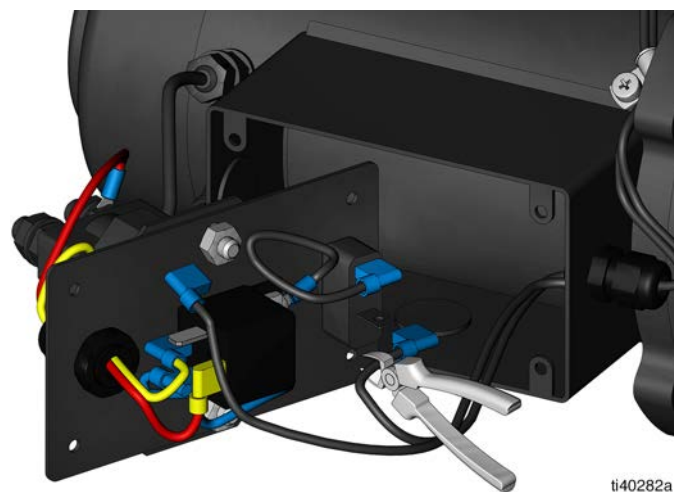

FIG. 30
9. Corte los conectores de los cables del interruptor de presión (FIG. 30).